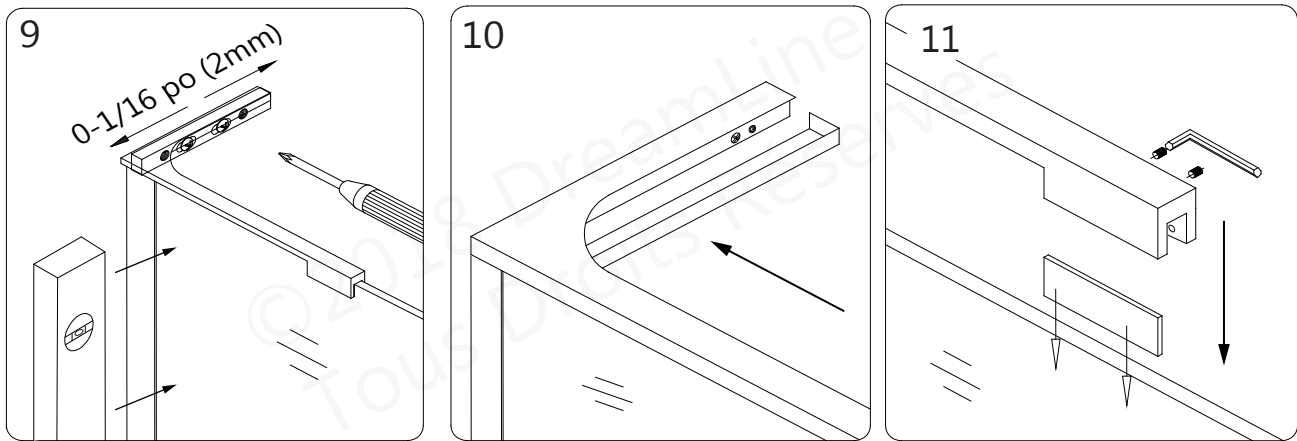
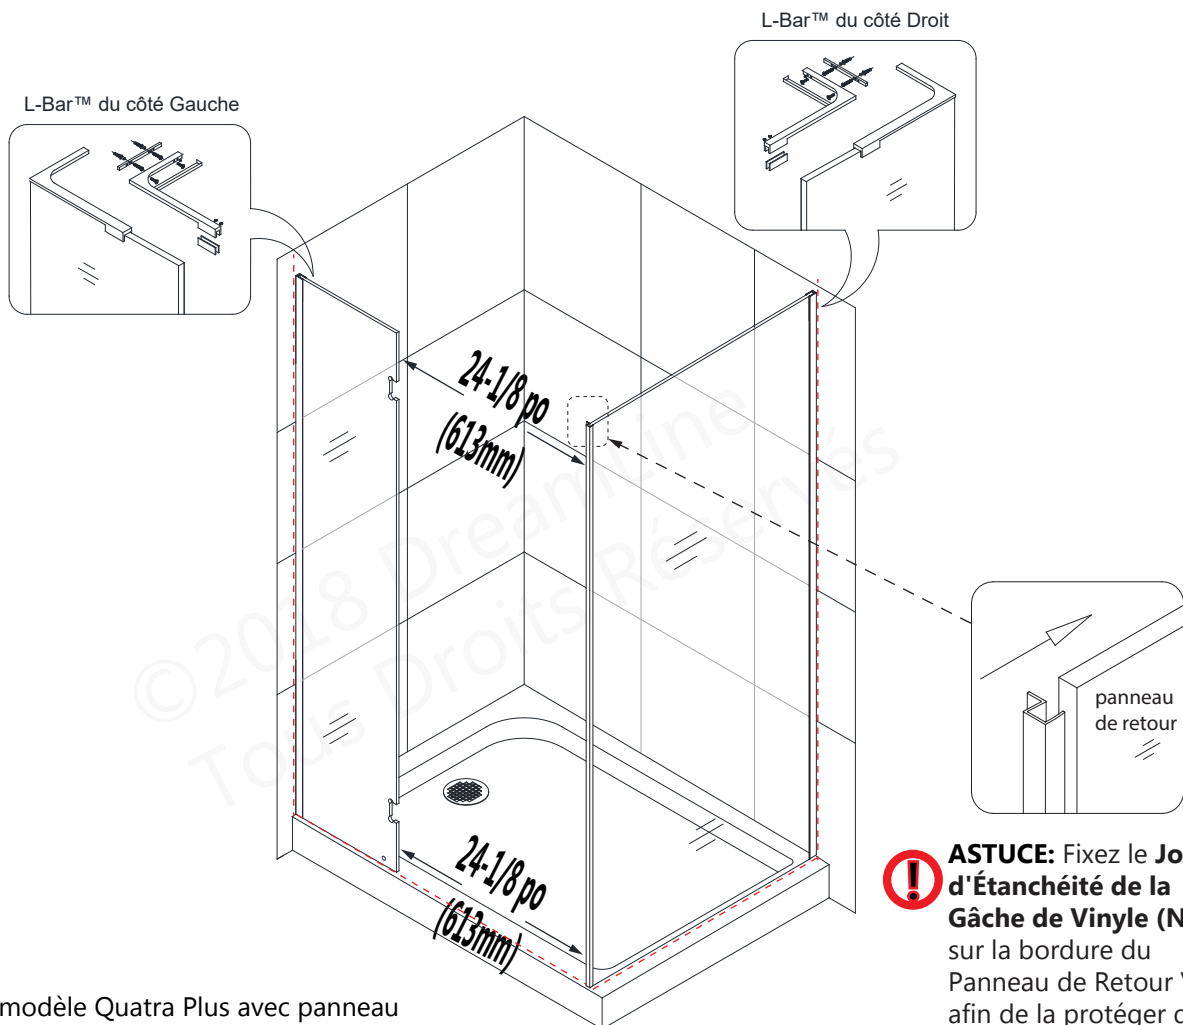

Fig 8
Fig 8a
8. Ajustez l'aplomb du **Panneau Vitré Fixe (N° 01)** et serrez les vis. Posez le **Capot Décoratif (N° 15.4)**. Fixez le **L-Bar™ (N° 15.3)** sur le dessus du **Panneau Vitré avec Charnière (N° 01)** à l'aide du joint statique transparent et des vis de pression à pointe de caoutchouc. Ne vissez pas trop fort! (Fig 8.10 and Fig 8.11) Répétez ces étapes pour installer le **L-Bar™ côté-Droit (N° 04)** sur le **Panneau de Retour Vitré (N° 03)**. (Fig 8 and Fig 8a)